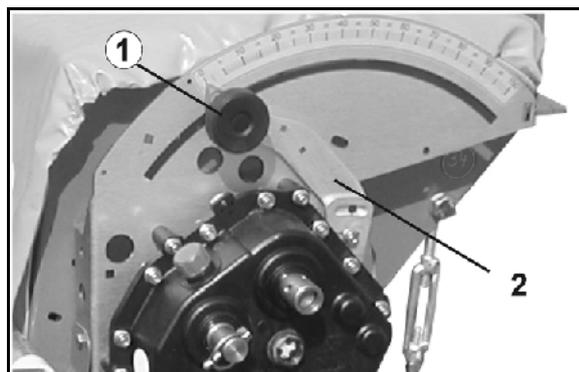

Fig. 34
1. Soltar o botão de bloqueio (Fig. 34/1) da alavanca de ajuste de engrenagem.
2. Empurrar o ponteiro da alavanca de ajuste de engrenagem (Fig. 34/2) para o ajuste de engrenagem pretendido.
3. Apertar o botão de bloqueio (Fig. 34/1).